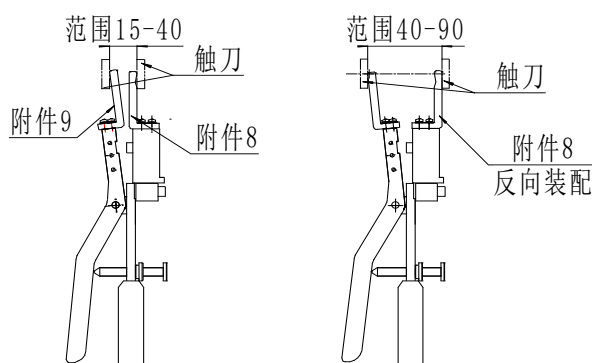

图 11 GN 系列户内隔离开关测量示意图
4.2.7 图 11 是测量户内隔离开关的示意图，装上附件 8、9 后可以测量触刀开距为 8-40mm 范围内户内隔离开关。当开距大于 40mm 时，就可以反装附件 8 进行测量。
三、户内隔离开关拍合式 (GN 系列) 触指压力的测量, 按图 11 要求更换测量附件 (可测量触头开距 8-70mm)